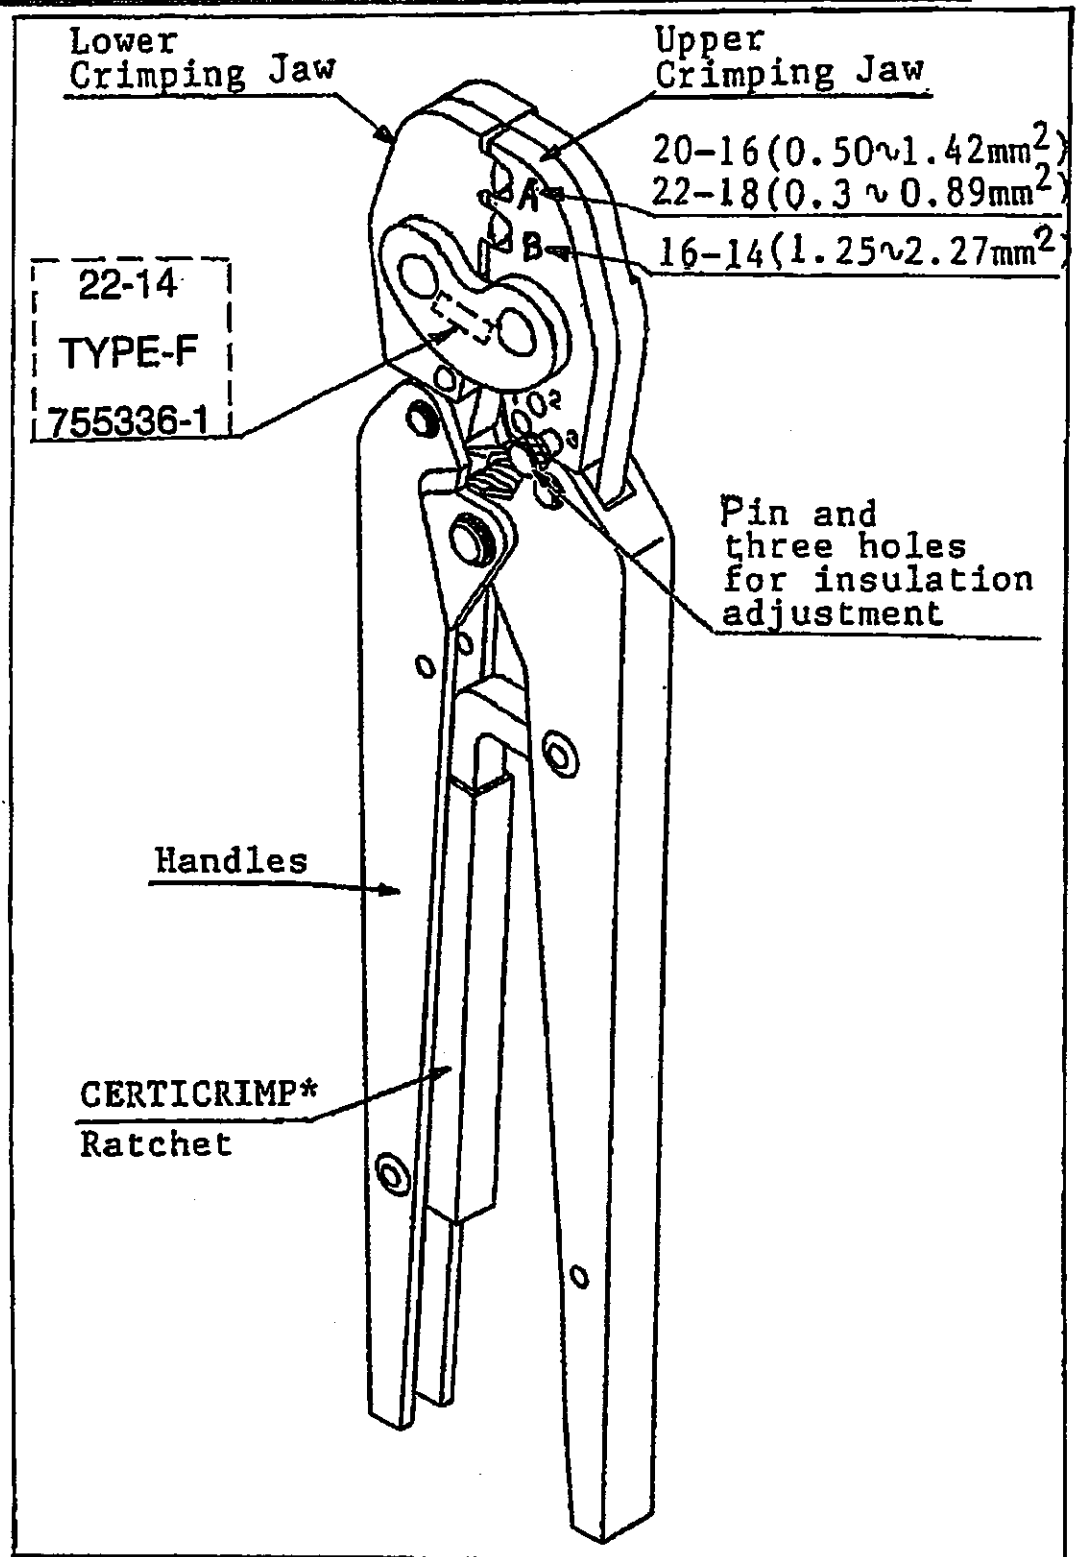

Fig. 1
1. The tool (See Fig. 1) covered by this Instruction Sheet crimps the applicable terminals listed in the chart (Fig. 2) below.
- (a) この工具（図1参照）は表1に示す各種端子を撚線に圧着するのに使用されます。
- (c) 工具には図1に示す様に圧着部が2箇所あり、A、Bの記号で指示されておりますが、これは使用端子に対する圧着箇所を示しております。（表1参照） 圧着箇所が違ふ場合は工具が損傷したり、圧着性能が低下しますので御注意下さい。